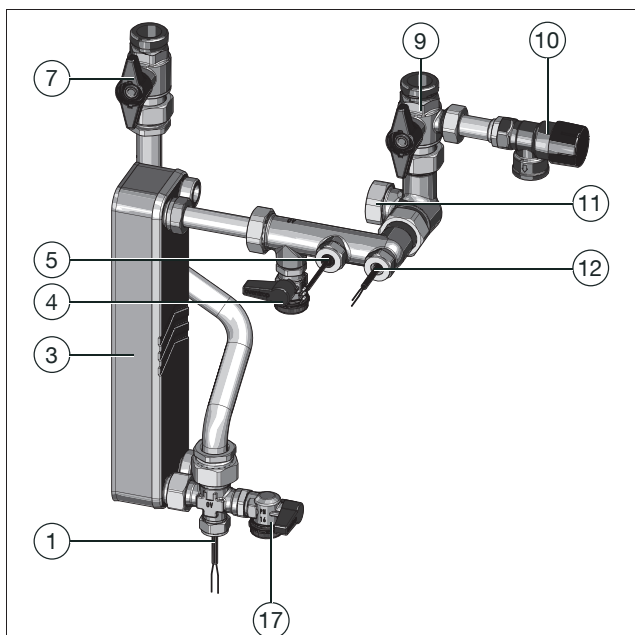

Fig. 21: Llenado y purgado del circuito de agua potable
1. Abra lentamente la válvula de bola de corte de agua potable (caliente) (ver posición (7) en Fig. 21 y en Fig. 1 en página 10).
2. Abra lentamente la válvula de bola de corte de agua potable (fría) (ver posición (9) en Fig. 21 y en Fig. 1 en página 10).
- Si persiste el ruido en el circuito de agua potable como resultado de burbujas de aire, abra ligeramente la válvula de llenado y vaciado del agua potable (caliente) hasta que salga sólo agua (ver posición (17) en Fig. 21 y en Fig. 1 en página 10).